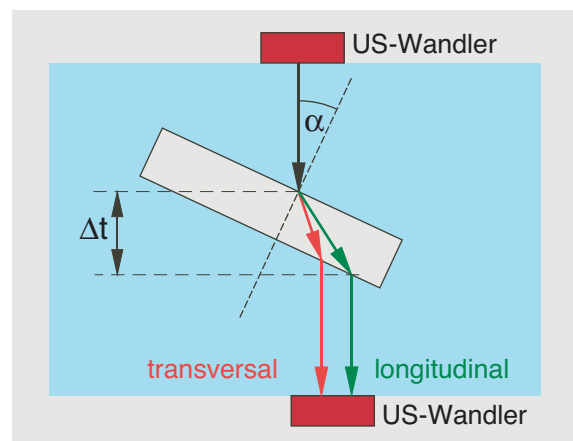

Abbildung 10 : Messung der Transversalwellen
2. Zum Transversalwellenversuch: Leiten Sie aus geometrischen Überlegungen eine Formel ab, die den Zeitunterschied Δt als Funktion des Einfallswinkels α , der Plattendicke s und der drei einflussenden Schallgeschwindigkeiten angibt (Abbildung 10)